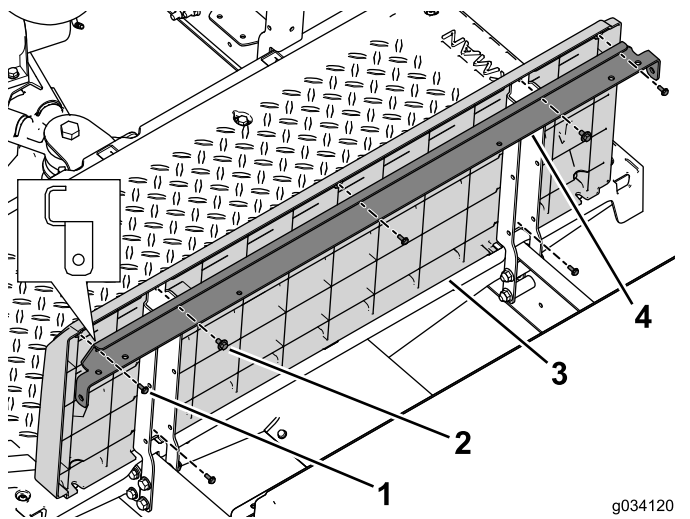

图40
- 使用带垫圈组件的 2 个螺栓 1/4 x 1/2 英寸将倾斜支撑托架和座椅底座面板固定到左、右座椅支架上 图40。
5. 使用 5 个螺丝#10 x 1/2 英寸将后面板固定到座椅支柱和座椅支架上 图40。